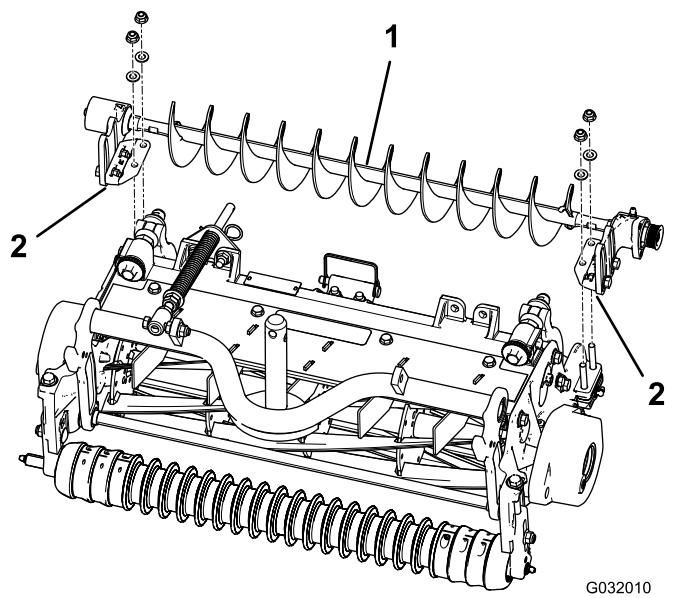

Figura 8
4. Posizionate le staffe di montaggio del gruppo spazzola per rulli di sinistra o destra sui bulloni della staffa per rulli (Figura 8).